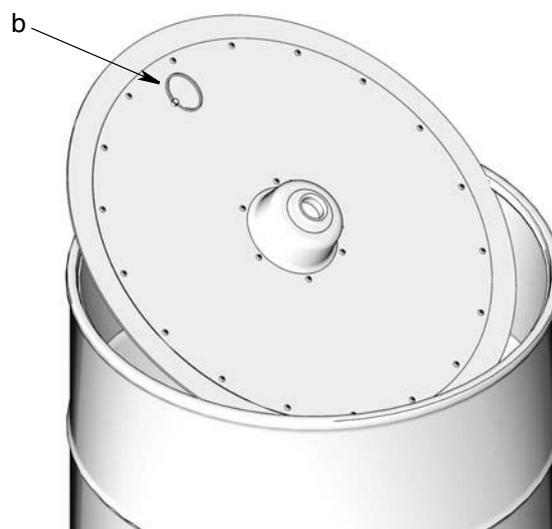

ABB. 6
4. Falls es sich um eine bereits vorhandene Installation handelt, in das Fass greifen und am Ring der Nachläuferplatte (b) ziehen, um die Nachläuferplatte abzunehmen (ABB. 6). Die Nachläuferplatte auf ein sauberes Stück Papier, Karton oder ein sauberes Tuch legen. **NICHT AUF DEN BODEN LEGEN.**